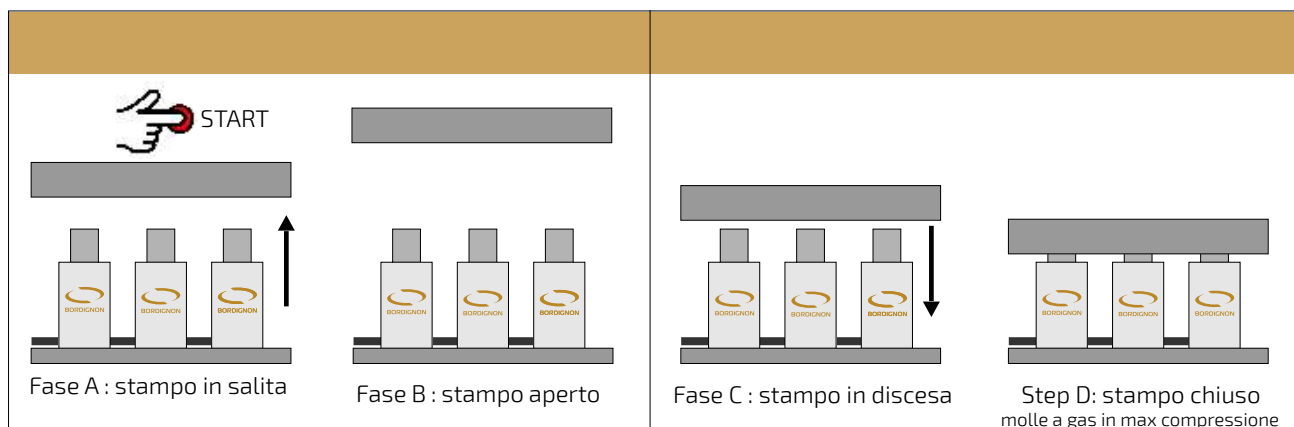

fig. 8
- Accertarsi che lo stampo sia aperto e che le molle a gas si trovino nella fase di riposo (fase B - fig. 8). Controllare che la bombola di azoto sia aperta.
Il segnale di Start dovrà quindi essere attivato nella fase di salita dello stampo e spento nella fase di discesa dello stampo, prima di entrare in contatto con le molle a gas. Vedi fig 8.
- 3 - portare le molle a gas a fine corsa (fig. 8 - step D);